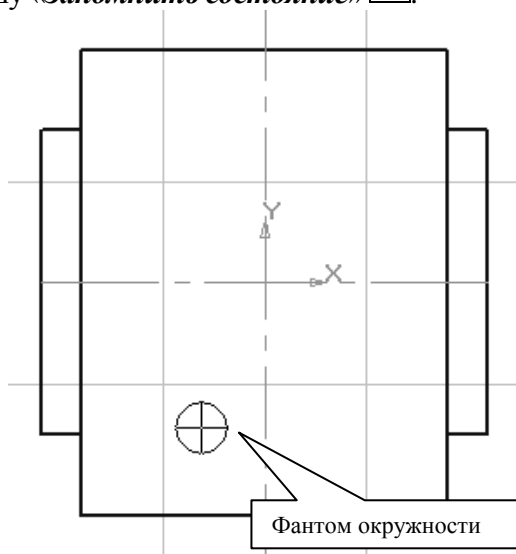

Рис. 11
3) Задайте диаметр окружности 5 мм, с осями  на «**Панели свойств**» - получите фантом окружности (рис. 11).